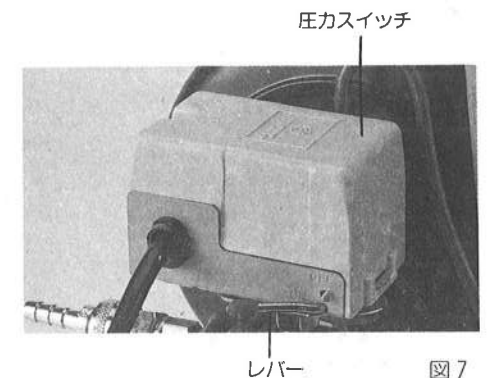

図7
- 圧カスイッチにON、OFFのレバーがついています。出荷時はレバーをONにしてありますので電源を入れますと即ち作動します。(図7参照)